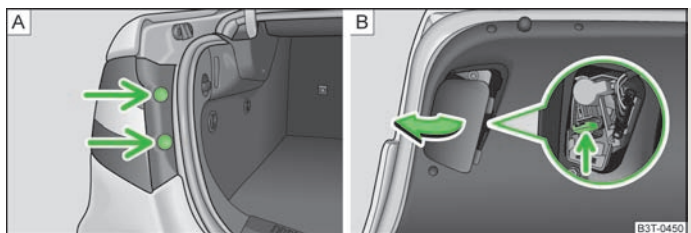

Fig. 192 Demontarea părții exterioare a blocului optic spate / Demontarea părții interioare a blocului optic spate
- › Scoateți dopurile » fig. 192 - **A** și deșurubați blocul optic spate cu ajutorul unei chei Torx » pagina 205, *Trusa de scule*.
- › Înșurubați bine blocul optic și presați dopurile » fig. 192 - **A** la locul lor.
- › Scoateți capacul blocului optic spate aflat pe partea interioară a capotei portbagajului » fig. 192 - **B**.
- › Presați elementul de fixare » fig. 192 - **B** și scoateți soclul din carcasa blocului optic.